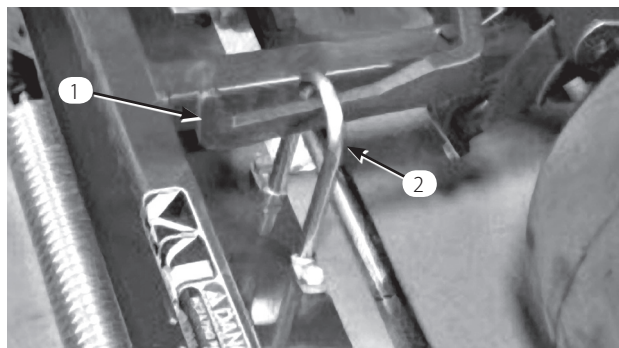

図 10
3. カuttingユニットをプル・フレームの下に引き入れ、吊り輪（フープ）を昇降アームに引っかける（図10）。